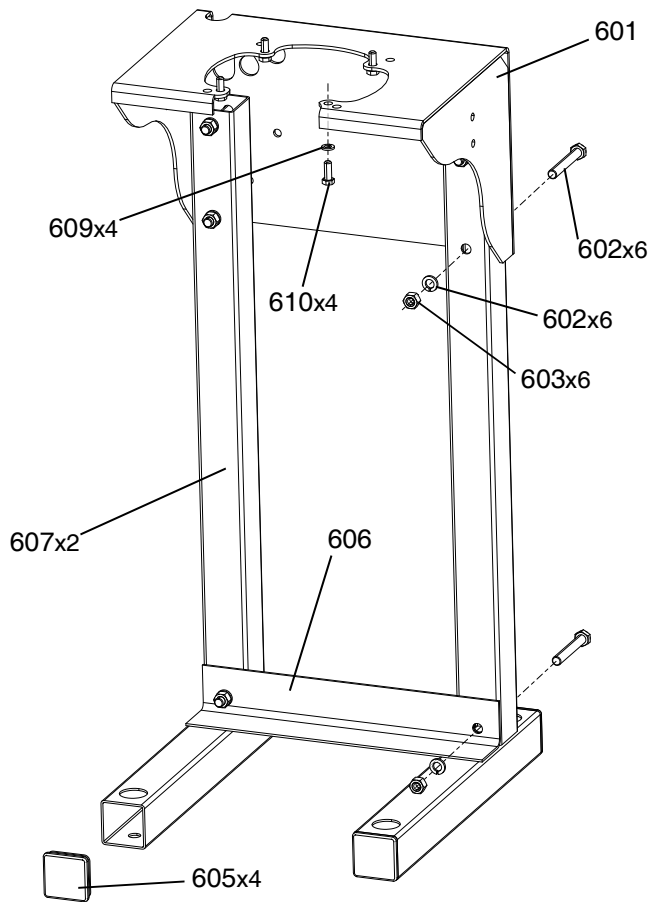

ABB. 25: Pumpenständer
1. Den Ständer so anbringen, wie in **Abb. 25** gezeigt.